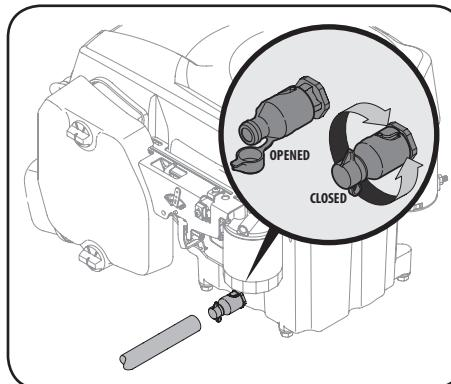

Figura 4-1
- Abra la tapa protectora del extremo de la válvula de drenaje para visualizar el orificio de drenaje. Consulte el recuadro de Figura 4-1.
- Empuje ligeramente la válvula de drenaje de aceite y gíre hacia la izquierda para abrir y permitir el flujo de aceite. Consulte la Figura 4-1.